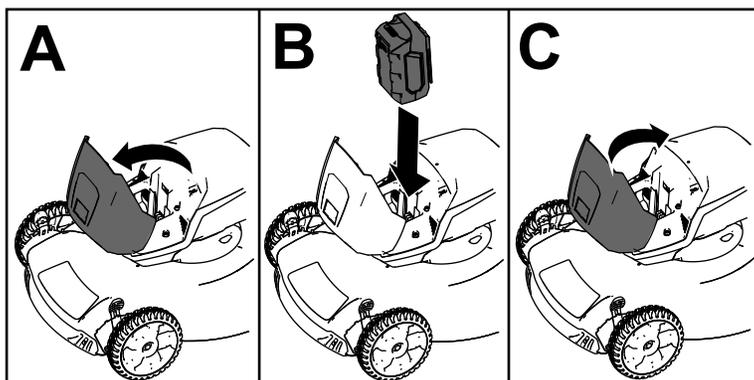

Figure 9
2. Soulevez le couvercle du compartiment de la batterie (A de la Figure 9).
3. Placez le creux dans la batterie en face de la languette sur la machine, et glissez la batterie dans le compartiment jusqu'à ce qu'elle s'enclenche en position (B de la Figure 9).
4. Refermez le couvercle du compartiment de la batterie (C de la Figure 9).